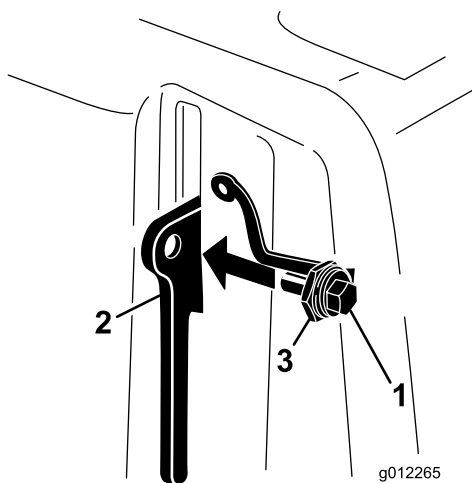

Figura 10
3. Enrosque el perno en la palanca de enganche de la cubierta de la correa (Figura 10).